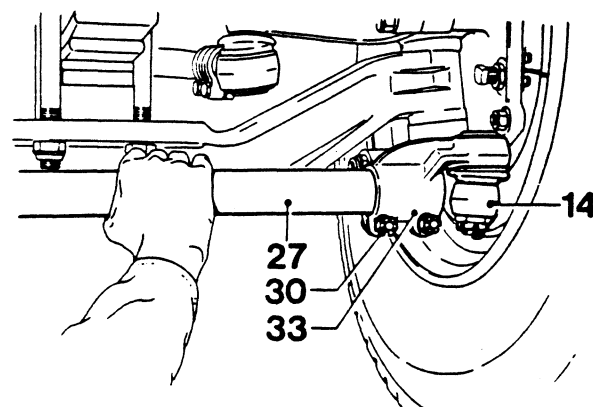

Fig. 3
- Verdraai de spoorstang totdat het voorgeschreven toespoor wordt bereikt (Fig. 3), zie 'Technische gegevens'.